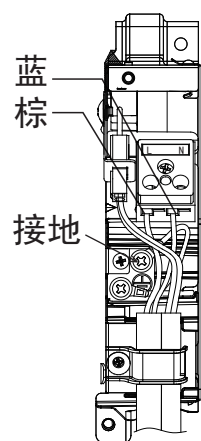

图15
- 将连接电缆如下图将头部弯折，并分别按不同颜色的线牢固的固定到接线盖板相对应的位置，紧固力矩（5kgf.cm）。（如图15）
- 连接电缆连接结束后，必须按图15所示装上接线盖板。
- 然后用手将面框右下角风室下盖板 ①、② 处的勾子沿箭头相反方向推紧，装上风室下盖板，然后装上面框、面板。